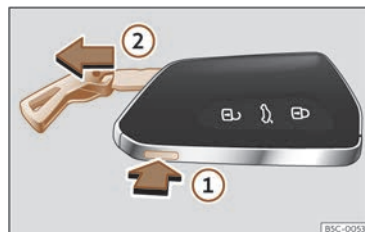

Fig. 69 Clé du véhicule : retirer le panneton.
- Appuyez sur le bouton >>> fig. 69 ① pour faire sortir l'anneau comme un porte-clés et pouvoir retirer le panneton ②. Si vous appuyez légèrement sur l'anneau, il restera fixe comme un porte-clés.
- Appuyez sur le bouton >>> fig. 69 ① pour déverrouiller. Maintenez le bouton enfoncé ① tout en tirant sur l'œillet dans le sens de la flèche >>> fig. 69 ② pour extraire entièrement le panneton.